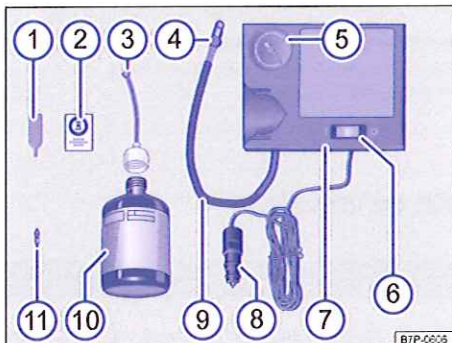

Fig. 272 Schéma de principe : composition du kit de crevaison (variante 2)
- Vissez fermement le flexible de gonflage du pneu → fig. 272 ⑨ du compresseur d'air sur la valve du pneu.
- Branchez le compresseur d'air avec le connecteur 12 volts → fig. 272 ⑧ dans une prise de courant 12 volts dans le véhicule → page 189.